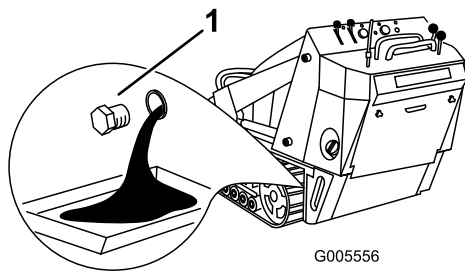

Bild 36
4. Nehmen Sie die Ablassschraube ab (Bild 36).